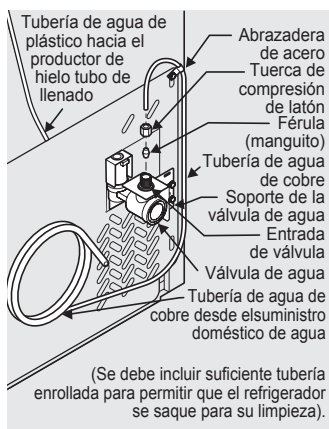

figura 1
4. Si usa **tuberías de cobre**: Deslice la tuerca de compresión de bronce y luego, la férula (manguito) en la tubería de suministro de agua. Empuje la tubería de suministro de agua hacia el interior de la entrada de la válvula de agua lo más posible ($\frac{1}{4}$ de pulgada o 6,4 mm). Deslice la férula (manguito) en la entrada de la válvula y apriete manualmente la tuerca de compresión en la válvula. Ajuste otra media vuelta con una llave; NO apriete en exceso. Consulte la Figura 1.